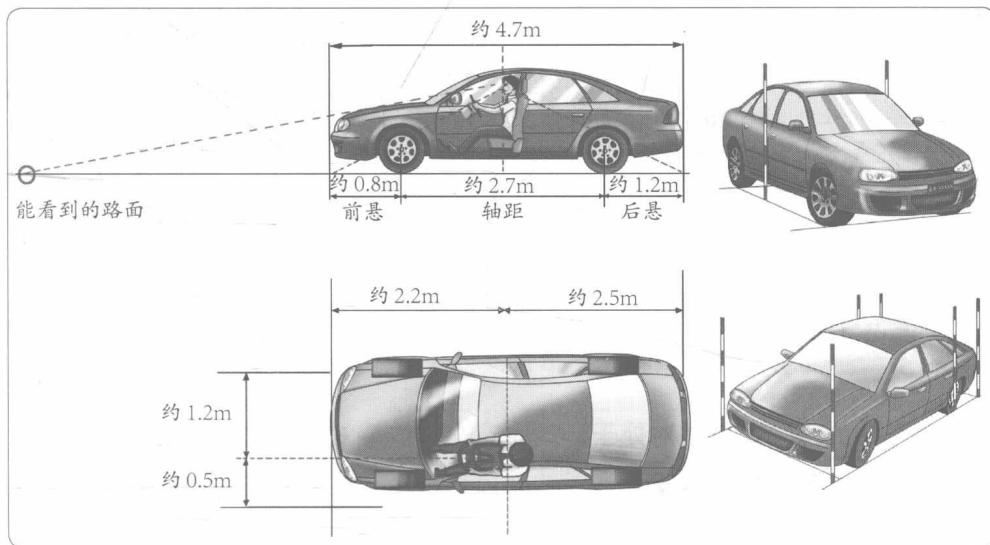

图 1-11 感觉汽车的大小
- (1) 坐在驾驶座位上，感觉汽车的长度和宽度。
- (2) 分别在汽车前、后及左、右树立标杆，进一步感觉汽车的大小，如图1-11所示。